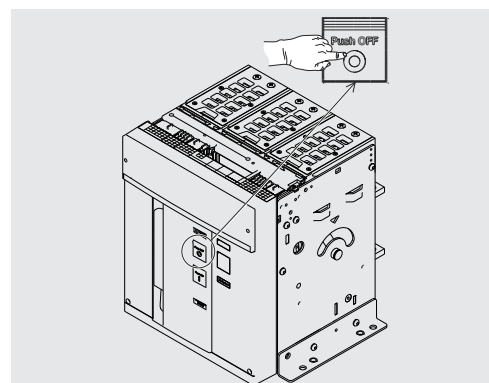

Рис. 27
6. Размыкание – Нажать на кнопку размыкания «O - Push OFF», как показано на Рис. 27.